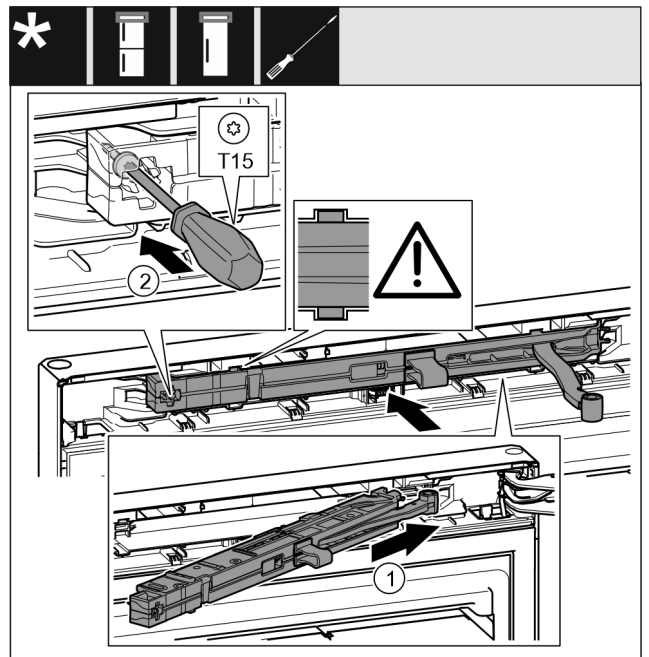

Fig. 29
- Schließdämpfereinheit Fig. 29 (1) auf der Lagerbockseite bis zum Anschlag schräg in die Aussparung einschieben.
- Schraube Fig. 29 (2) mit einem Schraubendreher festschrauben.